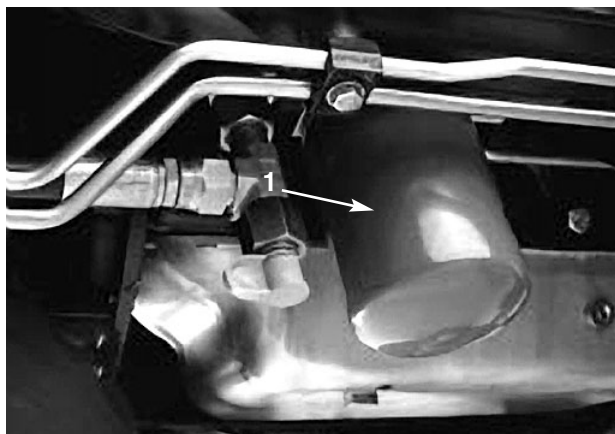

Figure 38
2. Nettoyez la surface autour de la surface de montage du filtre (Fig. 38). Placez un bac de vidange sous le filtre et déposez le filtre.